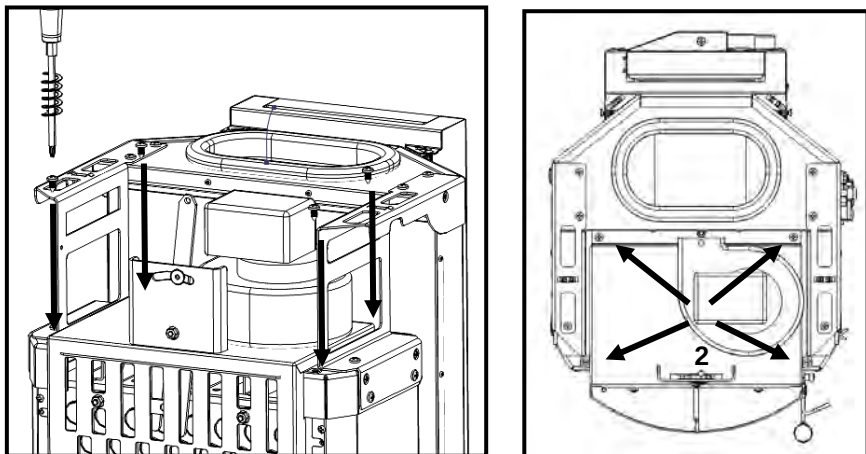

Figura 109 – Fixação do ventilador ao equipamento
e) Apertar o conjunto da Figura 109 na face superior da câmara de combustão utilizando 4 parafusos A (DIN 7981 5,5x13) nos furos preparados para o efeito (2).